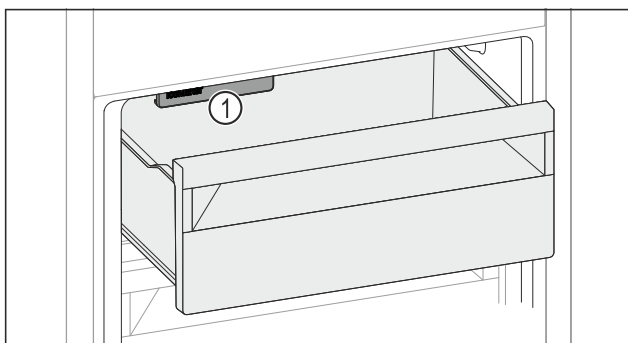

Fig. 91
- ▶ IceMaker *Fig. 91 (1)* berücksichtigen.